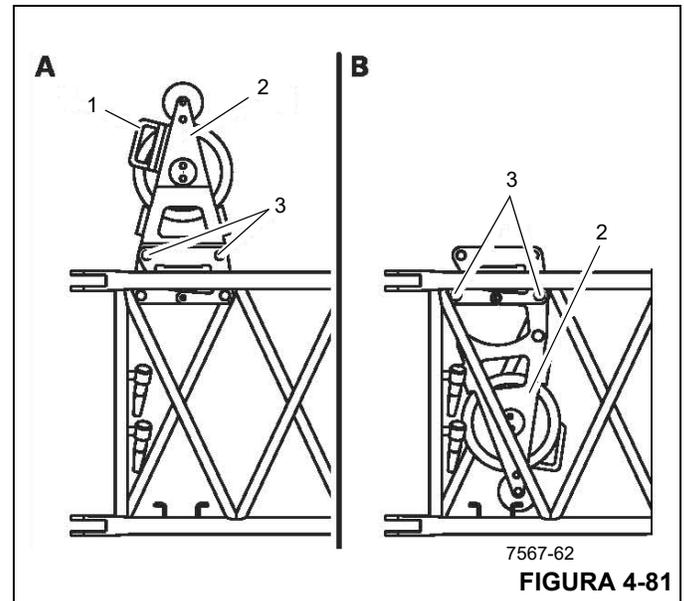

FIGURA 4-81
1. Retire las pinzas de retención de los pasadores (3) (Figura 4-81).
2. Sujete la polea deflectora por la manija (1) y quite los pasadores (3).
3. Pliegue la polea deflectora (2) hacia abajo y sujétela en esta posición con los pasadores (3).
4. Fije los pasadores (3) utilizando pinzas de retención.